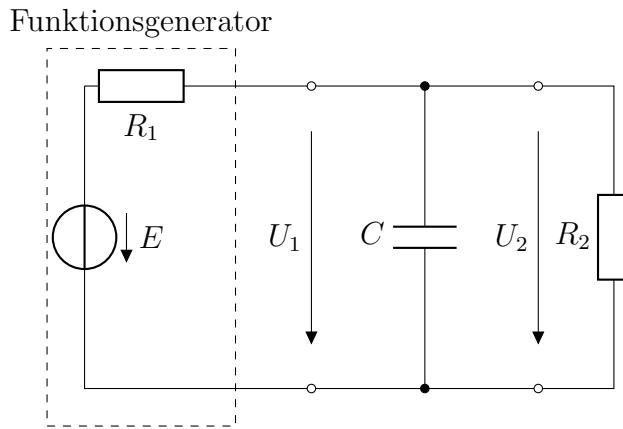

Abbildung 9: Zweitor mit Speisung am Eingang
3. Bauen Sie die Schaltung aus Abbildung 9 auf dem Breadboard auf.